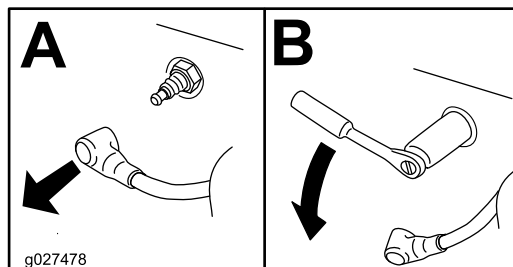

Figure 46
4. Enlevez la bougie (Figure 46).